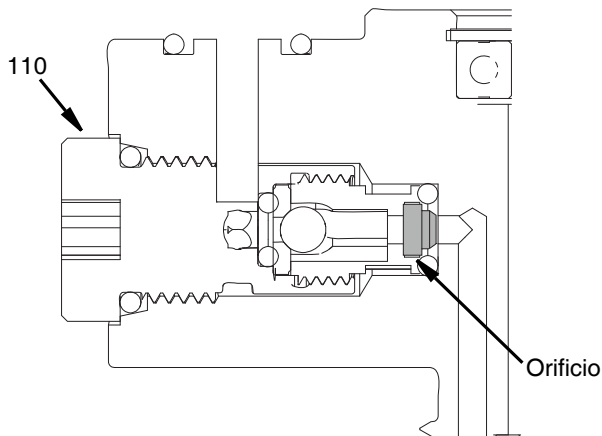

FIG. 11
1. Con una llave Allen de 5 mm, retire el cuerpo de la válvula de retención (110).
2. Coloque el orificio en el retén del orificio de la válvula de retención como se muestra en la FIG. 11.